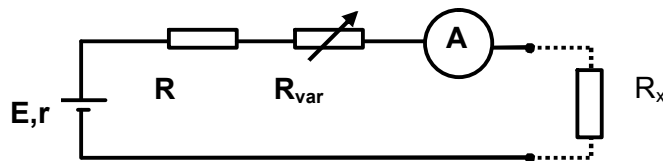

Fig. II.1
4. În figura II.1 este reprezentată schema unui ohmmetru serie.